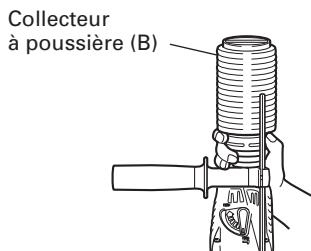

Fig. 5
7. Lors de l'installation de la capuchon à poussière ou du collecteur de de poussière (B) (accessoires en option) (Fig. 4, Fig. 5)
- Pose du collecteur à poussière (B)
Lors de l'utilisation du collecteur à poussière (B), l'insérer par le bout du foret en l'alignant avec la rainure sur la poignée. (Fig. 5)